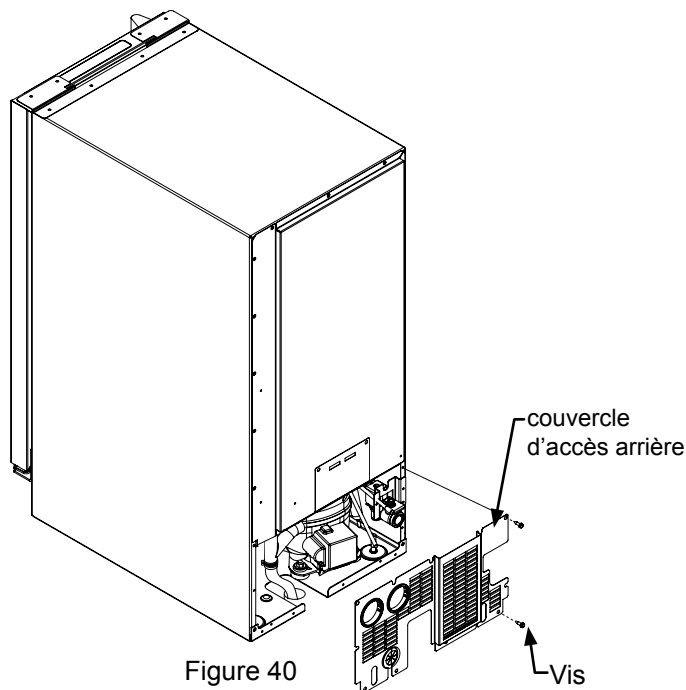

Figure 40
3. Passez la commande électronique en position "CLEAN" pendant environ une (1) minute. Cela va activer et ouvrir la vanne d'eau et éliminer la plupart du contenu de la vanne et de la conduite de sortie de vanne vers le réservoir.
6. Ôtez le couvercle d'accès de l'arrière de l'appareil à glaçons (Voyez la Figure 40).